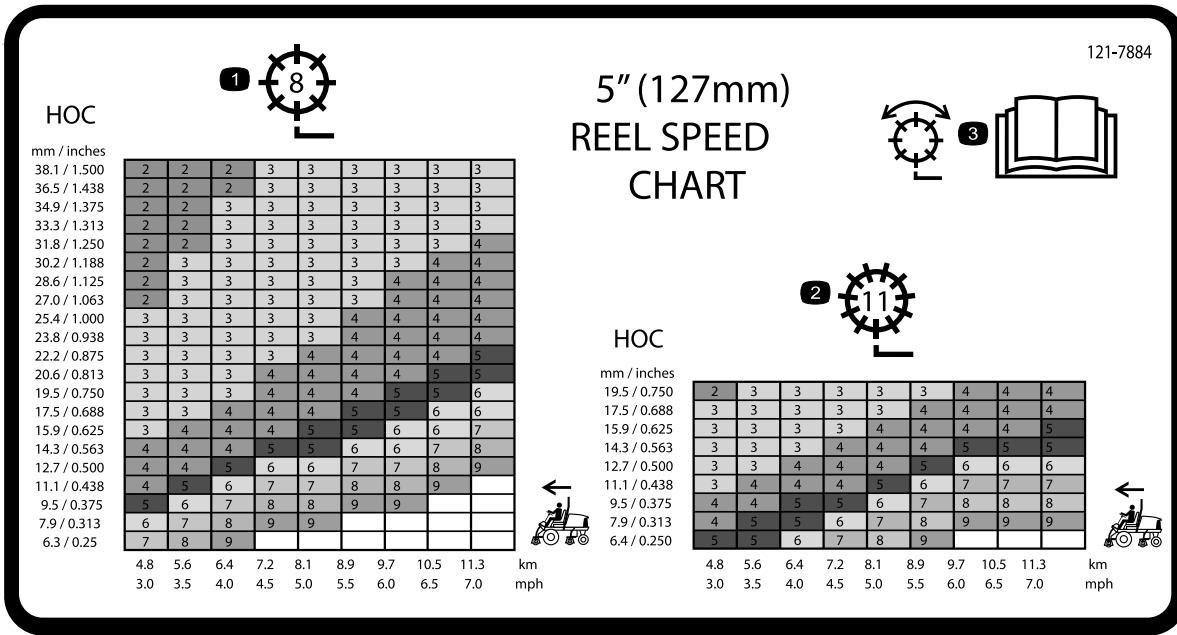
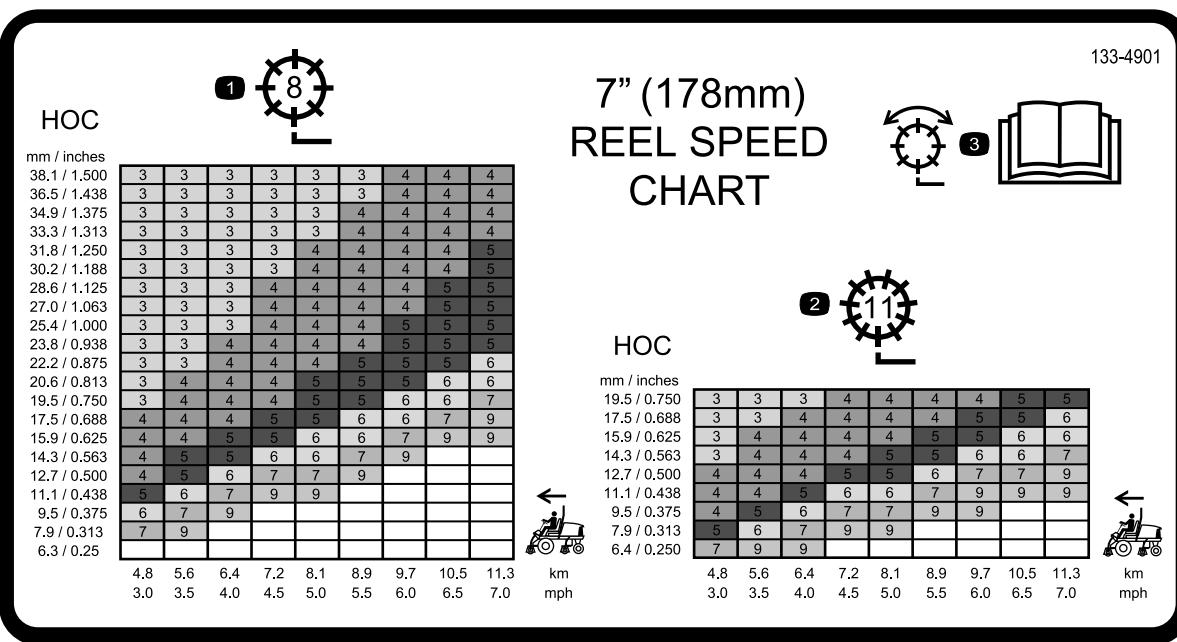

Figura 40
Figura 41
3. Utilizzate il grafico sulla tabella di velocità dei cilindri (Figura 40 e Figura 41) per determinare l'impostazione opportuna della velocità dei cilindri.